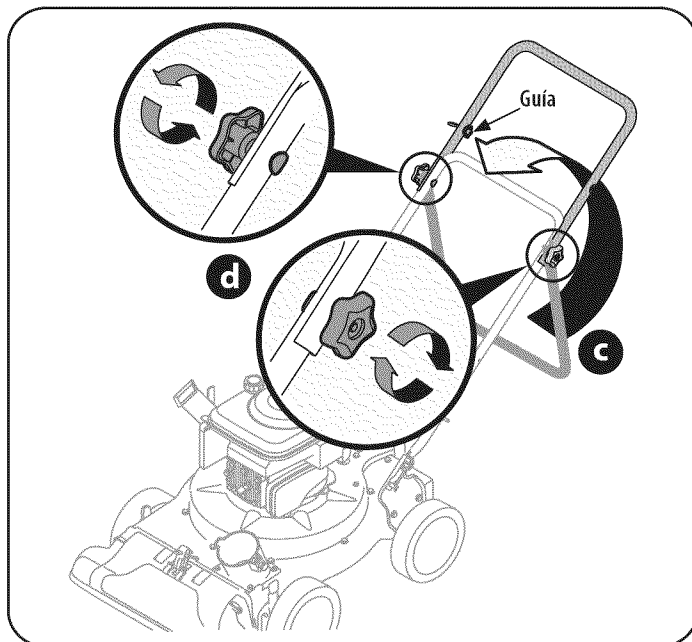

Figura 3
- c. Despliegue la manija superior hasta que quede alineada con la manija inferior. Asegúrese que la guía de la cuerda esté situada a la derecha de la manija superior. Vea la Figura 3.
- d. Para sujetar las dos manijas ajuste las perillas de la manija (los pernos del carro deben estar colocados de forma adecuada en la manija). Vea la Figura 3.